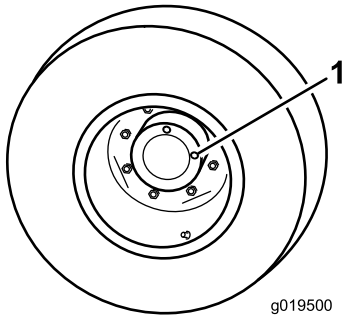

Bild 72
1. Wenn die Maschine auf einer ebenen Fläche steht, positionieren Sie das Rad so, dass eine Prüfschraube auf 12 Uhr und die andere auf 3 Uhr steht (Bild 72).
1. Prüf-/Ablassschraube (2)
2. Entfernen Sie die Schraube, die auf 3 Uhr steht (Bild 72).